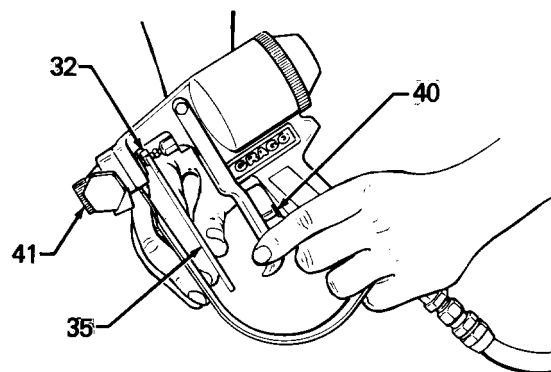

Fig. 11
Verificar que el cierre de seguridad del gatillo (40) está enganchado (EN "SAFE" SEGURIDAD) antes de proceder para reducir el riesgo de lesión corporal grave por a inyección. Ver Fig. 11.
- m. Utilizar el extremo de 7/16" de la llave (35) para ajustar la tuerca prensaestopas (32) hasta que esté *justo ceñida*. ¡No apretar excesivamente! Ver Fig. 11.